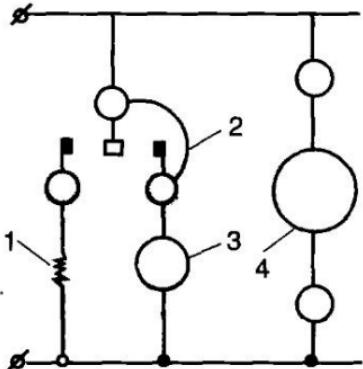

Рис. 101. Проверка реле времени оттаивания:
37.2.1. Для проверки реле времени (рис. 101) устанавливают перемычку между клеммами. Если реверсивный вентиль переключается, то реле времени не работает. Следует проверить подачу напряжения на клеммы электродвигателя реле времени. При наличии напряжения электродвигатель поврежден, и его необходимо заменить.